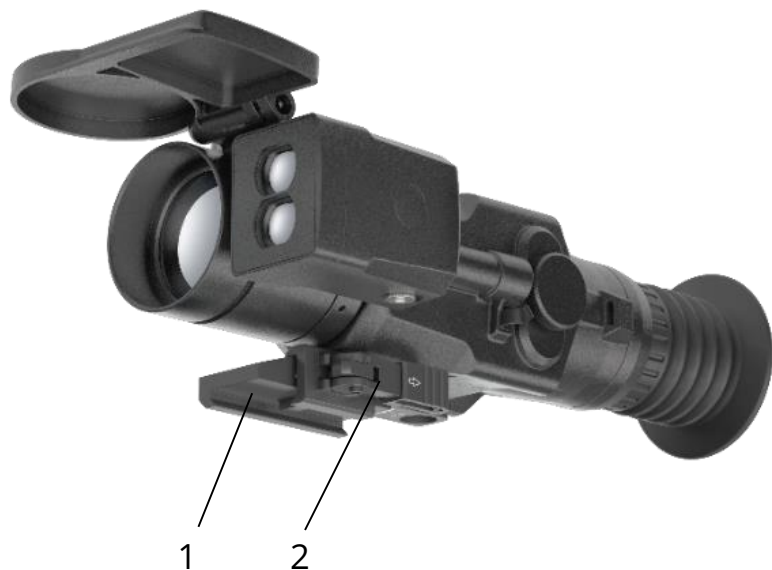

Рисунок 44 – Прицел с креплением
Пример установки прицела на быстросъемное крепление WP460F (1) на планку типа «Picatinny» (см. рис. 44).